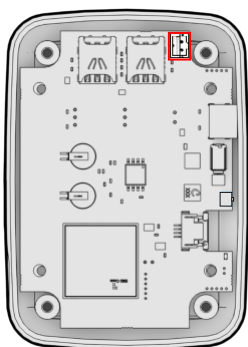

Рис.2. Установка аккумуляторной батареи
- Подключите аккумулятор к разъему питания, который расположен на обратной стороне печатной платы, возле держателя SIM-карты (**Рис.2**).